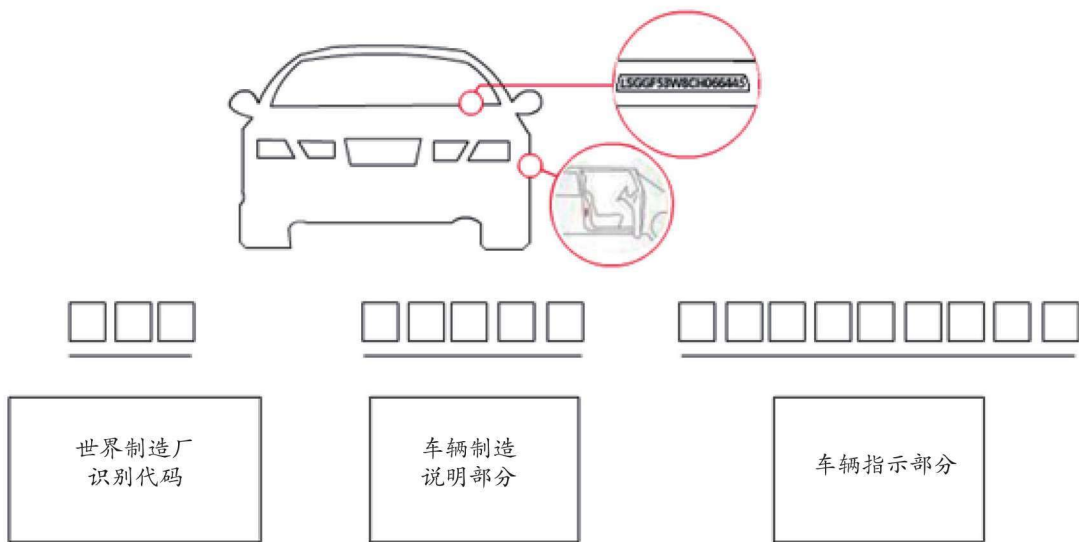

图1-1 VIN码位置及组成
(1) VIN码共分为三部分：①世界制造厂识别代码（WMI，1~3位）；②车辆制造说明部分（VDS，4~9位）；③车辆指示部分（VIS，10~17位）。如图1-1所示。